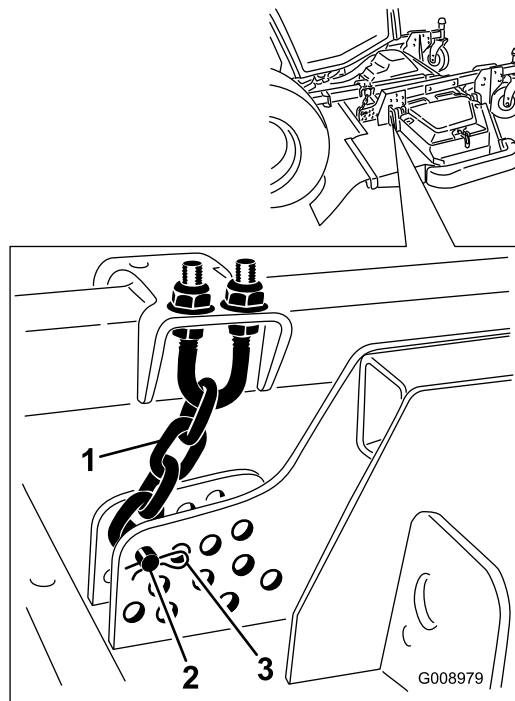

Рисунок 25
5. Снимите шплинт и палец с буртиком, которые крепят цепи высоты скашивания к задней части режущего блока (Рисунок 25).